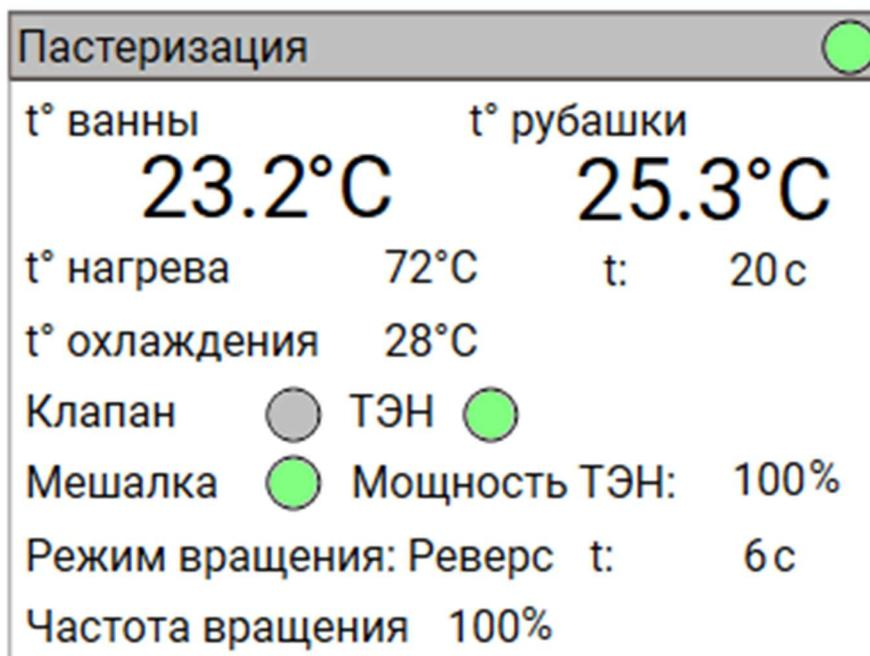

Рисунок 2 – «Нагрев в режиме пастеризации»
1. Нагрев содержимого ванны до заданной пользователем температуры (рисунок 2). Сопровождается включением перемешивающего устройства и ТЭНа.